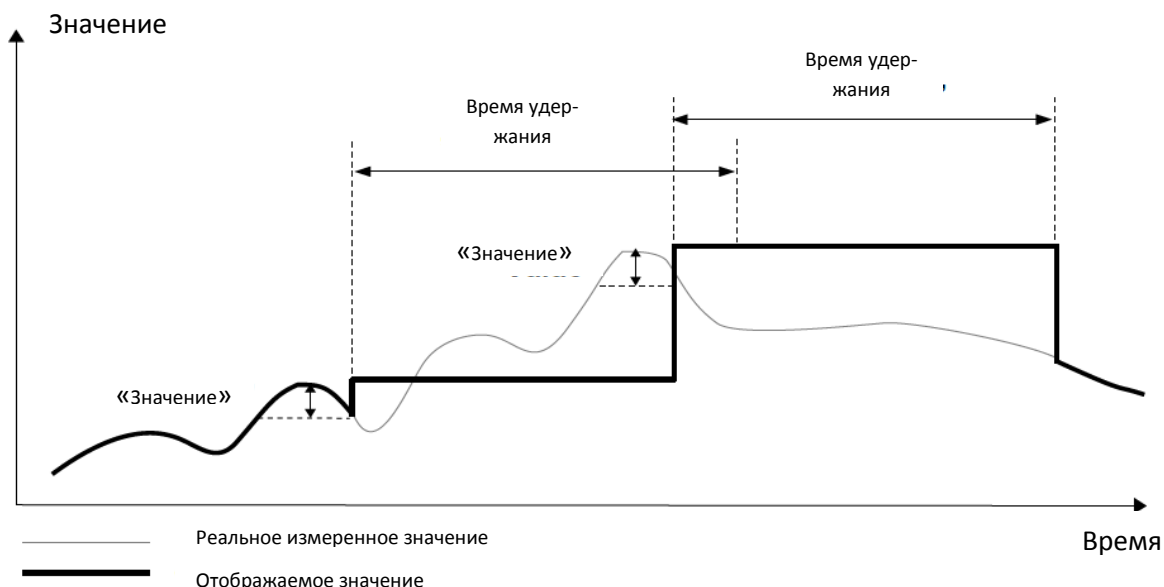

Рисунок 2.45
– «Пиковый детектор» – функция, которая позволяет обнаруживать и визуализировать пиковые значения измеряемого сигнала. Обнаружение пиков возможно, если значение измеряемого сигнала увеличивается, а затем уменьшается (или наоборот) на величину, заданную пользователем. После этого зафиксированное пиковое значение может сохраняться в течение установленного пользователем промежутка времени. Если в течение этого времени РМТ 29 обнаруживает новый пик, его значение обновляется, а отсчет времени удержания запускается заново. В случае истечения заданного времени и необнаружения нового пика, РМТ 29 переходит к отображению текущего значения измеряемого сигнала (см. рисунок 2.45).